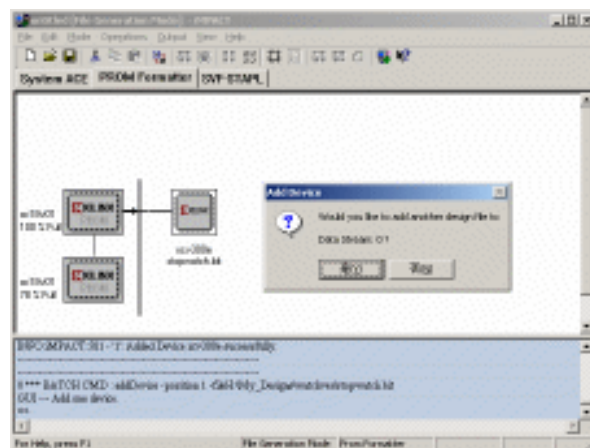

图7-18 提示是否需要添加另一个设计文件
7. 在【Add Device】对话框中选择需要转换的 BIT 或 RBT 文件，然后单击 **打开(O)** 按钮，iMPACT 会读入选中的设计文件，并提示是否需要添加另一个设计文件，如图 7-18 所示。